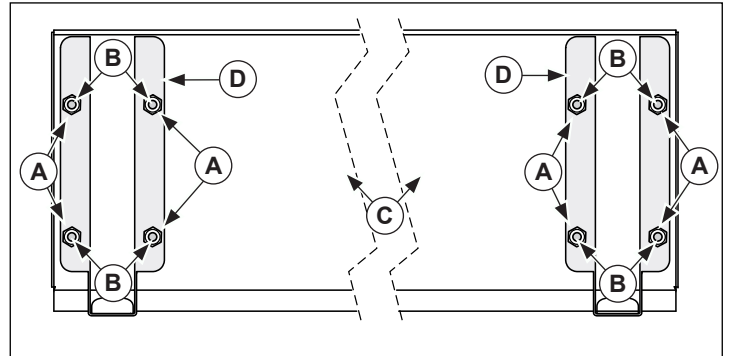

Figura 3. Instalación del posaplatos y los soportes
1. Gire el posaplatos (C) de modo que las tuercas de soldadura (B) queden expuestas. Consulte la Figura 3.